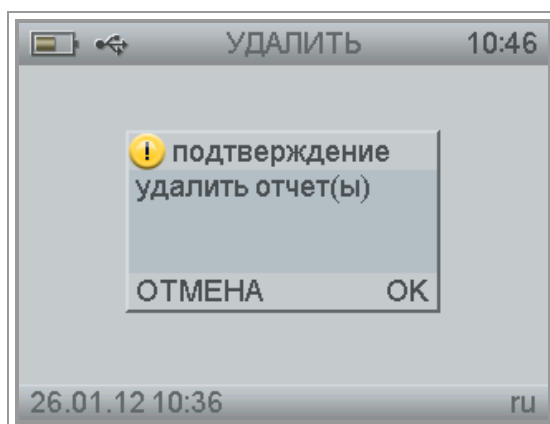

Рис. 4-62. Вид диалогового окна «Подтверждение удаления».
- Выбор нужного отчета осуществляется курсором и нажатием кнопки «Ввод». Удаление всех отчетов осуществляется выбором строки «Удалить все отчеты» и нажатием кнопки «Ввод». Для подтверждения процедуры удаления появится диалоговое окно «Подтверждение» (Рис. 4-62). Нажмите кнопку «Ввод» для подтверждения, и «Отмена» для отмены.